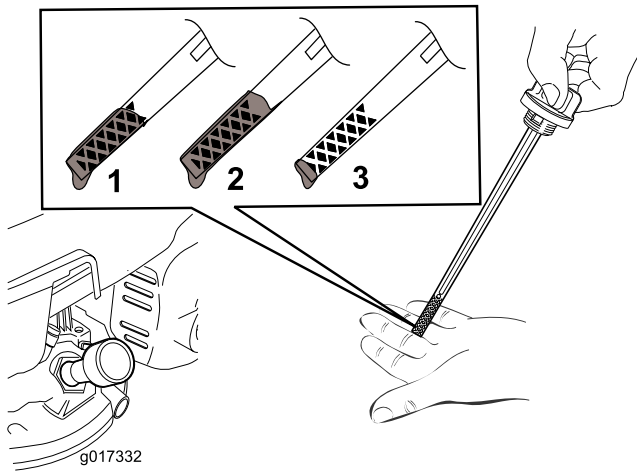

Figura 7
2. Retire a vareta do óleo (Figura 7).
Nota: Encha o cárter do motor com óleo até a vareta indicar que o nível de óleo do motor está correto, como indicado em Figura 7. Se encher demasiado o motor com óleo, retire o óleo em excesso, tal como indicado em Mudar o óleo do Motor.